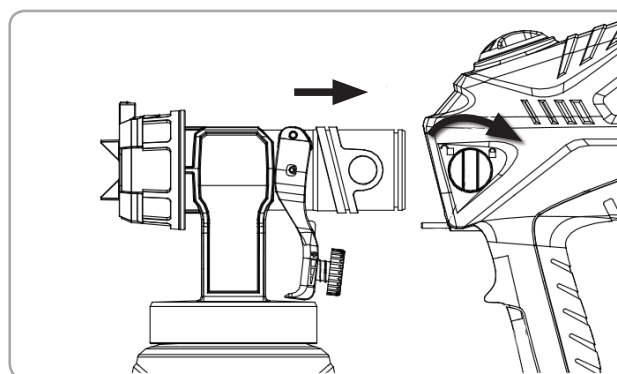

Fig.9
- Împingeți butonul de blocare (Fig. 9) în jos și apoi rotiți butonul în punctul de blocare.